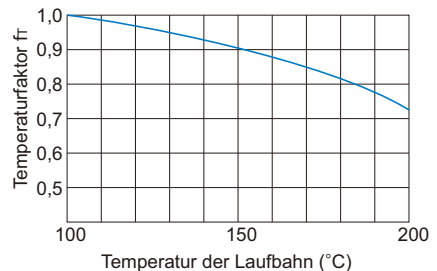

Abb. 3 Temperaturfaktor ( $f_T$ )
- fT : Temperaturfaktor (siehe Abb. 3 auf Seite **A5-6**)
Überschreitet die Umgebungstemperatur während des Betriebes  $100^\circ\text{C}$ , sind die nachteiligen Auswirkungen hoher Temperaturen zu berücksichtigen und die Tragzahlen mit dem Temperaturfaktor aus Abb. 3 zu multiplizieren.